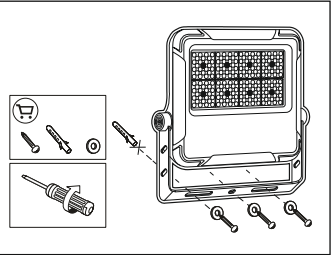

Рис. 1
- 5.11 Разметить и просверлить три отверстия для установки лиры на поверхности стены или любой другой поверхности согласно отверстиям на лире (рис. 1).